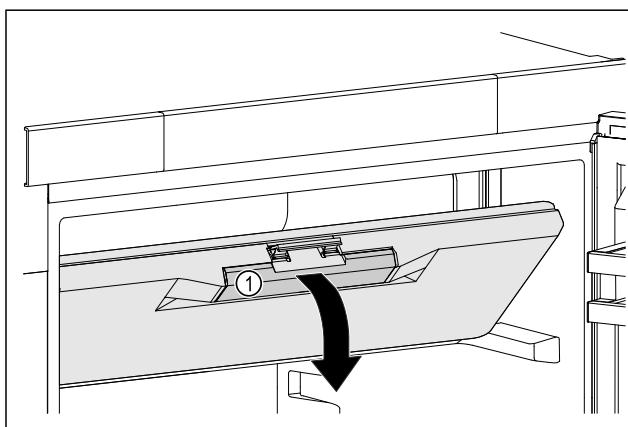

Fig. 41
- Хванете вратата на фризерното отделение за вдълбнания захват Fig. 41 (1).